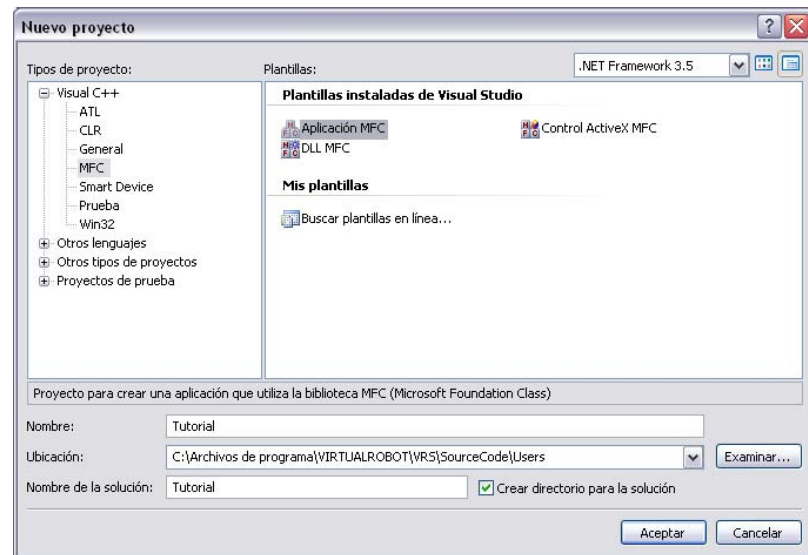

Figura 1. Diálogo para la Creación de un Proyecto en Microsoft Visual Studio 2008 © para C++.
- Seleccionar la opción **Archivo>>Nuevo>>Proyecto..** y aparece el diálogo de la Figura 1.